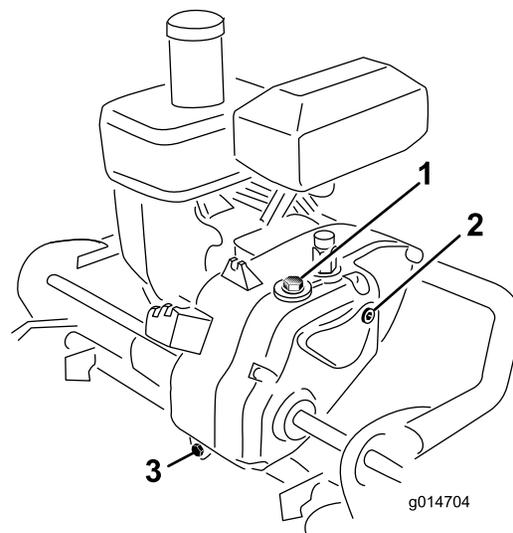

図 33
2. トランスミッション右側にある点検プラグ（図 33）を抜き取る。